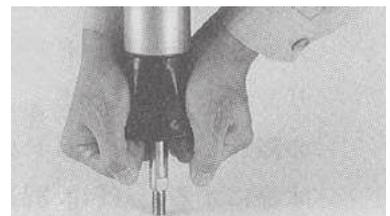

Fig.32
#### 4-B-3 FCD-40-8 ~ FCD-100-144 分解手順 (Fig.32参照)
- ③ ピストンからBFダイヤフラムF Ass'yを外す。(Fig.32)
#### 4-B-4 FCD-40-8 ~ FCD-100-144 組み立て手順 (Fig.32参照)